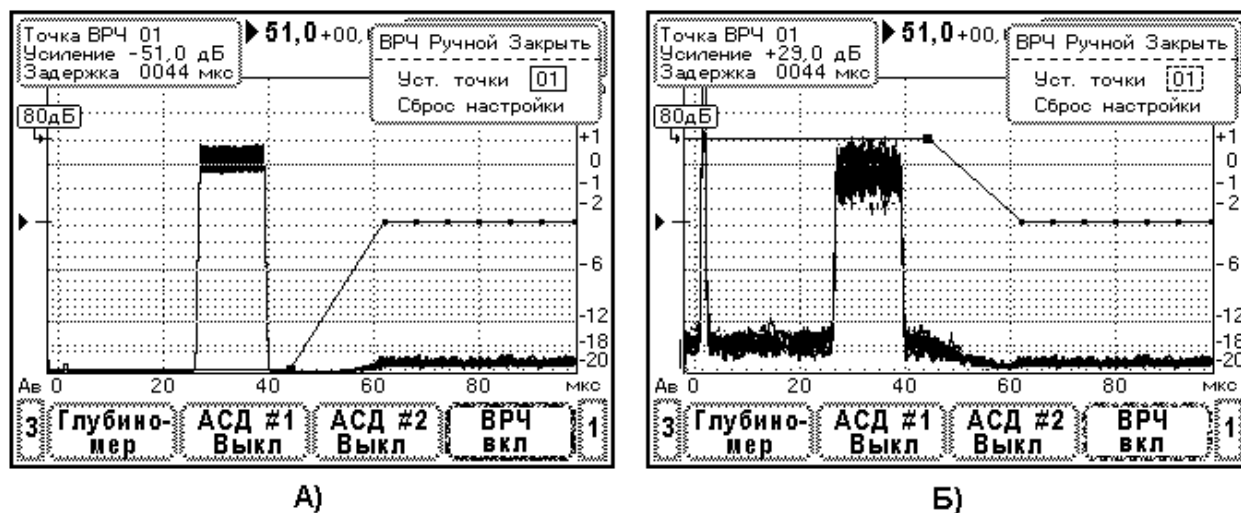

Рис.10.6.8.1. Вид тест-сигнала на экране дефектоскопа при определении динамического диапазона ВРЧ.
3. Включите систему ВРЧ дефектоскопа. В меню «Настройка» - «ВРЧ» в верхнем элементе установите «ВКЛ», затем в нижнем элементе меню выберите стиль ВРЧ «Ручной» и перейдите в режим редактирования кривой ВРЧ. Вид меню показан на Рис.10.6.8.1. Далее удалите действующую настройку ВРЧ путем выбора элемента меню «Сброс настройки». В результате коррекция усиления во всех точках ВРЧ устанавливается в ноль. Точки ВРЧ группируются в пределах экрана прибора. Если необходимо, с помощью образцового аттенюатора проведите подстройку амплитуды тест-сигнала на уровень 0дБ по экрану.
в точке ВРЧ 01. Затем, изменяя ослабление образцового аттенюатора, установите амплитуду тест-сигнала на уровень 0дБ по экрану. Вид экрана дефектоскопа после выполнения указанных операций представлен на Рис.10.6.8.1.А. Зафиксируйте ослабление образцового аттенюатора K_n [дБ].
- Определение верхней границы динамического диапазона ВРЧ. Увеличивайте до предела усиление в точке ВРЧ 01. Затем, изменяя ослабление образцового аттенюатора, установите амплитуду тест-сигнала на уровень 0дБ по экрану (Рис.10.6.8.1.Б). Зафиксируйте ослабление образцового аттенюатора K_v [дБ].